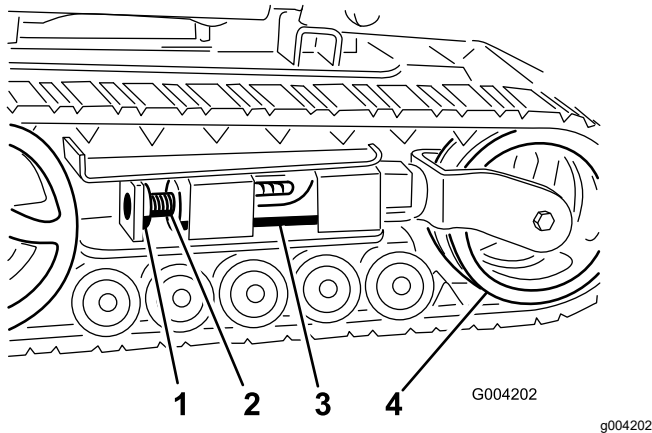
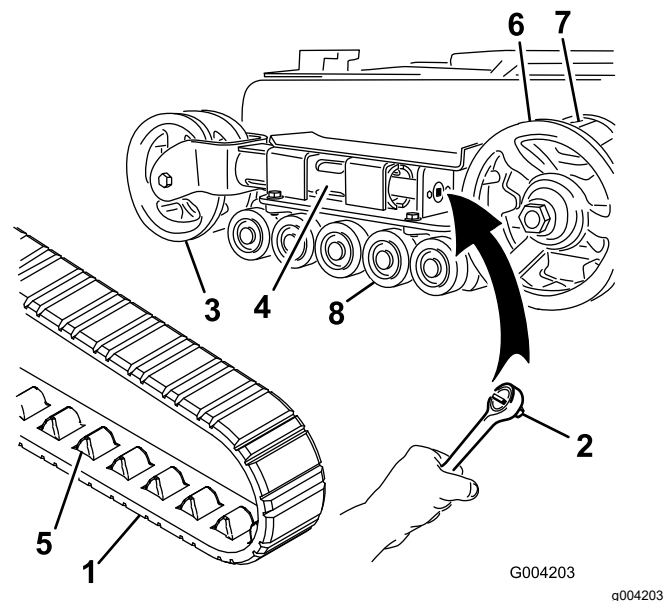
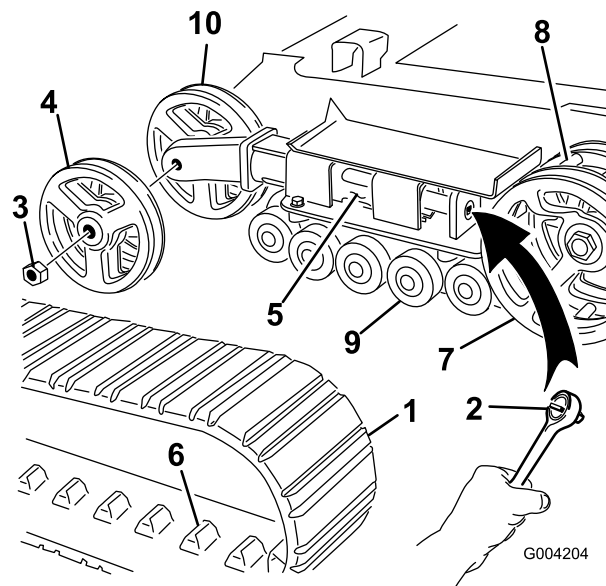

図 45
図 46
図 47
4. ロッキングボルトとナットを外す 図 45。
6. テンションねじのノッチのうち、ロッキングボルトの穴に一番近いノッチを穴に合わせ、ねじを溝をローラを適切な穴に合わせてセットし、シャフトを通してボルトとナットで固定する 図 45。
注 細幅クローラの場合は、前側テンションホイールが、テンションチューブの端部のフォークの内側に取り付けられています 図 46。
5. $\frac{1}{2}$ " のドライブレンチを使用して、テンショニングねじを左にまわしてドライブテンションを解放する 図 45 と 図 46。
6. テンションホイールをユニットの後方に向かって押してテンションチューブをフレームに当てる 図 46。フレームに当たらない場合は、テンショニングねじを更に回す。
8. テンションホイールからクローラが外れたら、駆動スプロケットとロードホイールからもクローラを外す 図 46。
9. 駆動スプロケットからスタートして、新しいクローラをスプロケットに巻きつけるようにして取り付けるクローラについている爪がスプロケットのコグにはまるように取り付けること 図 46。
10. ロードホイールとロードホイールの間にクローラを押し込む 図 46。
注 広幅クローラの場合は、前側テンションホイールが、テンションチューブの端部の側部に取り付けられています 図 47。
4. ロックングボルトとナットを外す 図 45。
5. 1/2" のドライブレレンチを使用して、テンションねじを左にまわしてドライブテンションを解放する 図 45 と 図 47。
6. テンションホイールをユニットの後方に向かって押してテンションチューブをフレームに当てる 図 47。フレームに当たらない場合は、テンションねじを更に回す。
7. 外側のテンションホイールを固定しているナット外して右ホイールを取り外す 図 47。
8. クローラを取り外す 図 47。
9. 内側のテンションホイールを固定しているナット外して右ホイールを取り外す 図 47。
13. 先ほど取り外したナットで、内側テンションホイールを元通りに取り付ける 図 47。
15. 新しいクローラのラグが、駆動スプロケットの真ん中にある2つのスペーサの間に嵌るように取り付けする 図 47。
16. 先ほど取り外したナットで、外側テンションホイールを元通りに取り付ける 図 47。